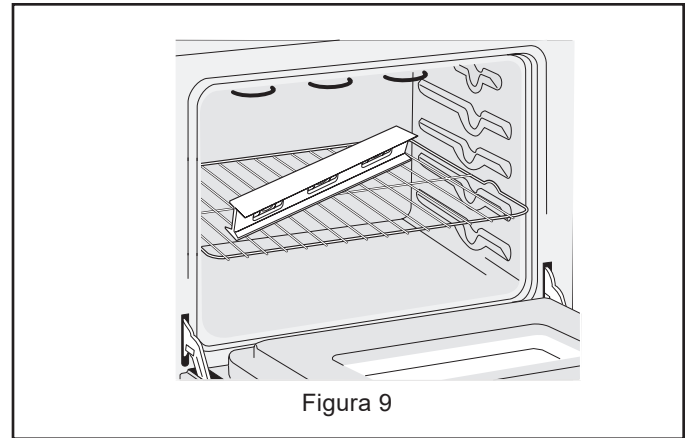

Figura 9
1. Instale una parrilla en el centro del horno superior (vea la figura 9).